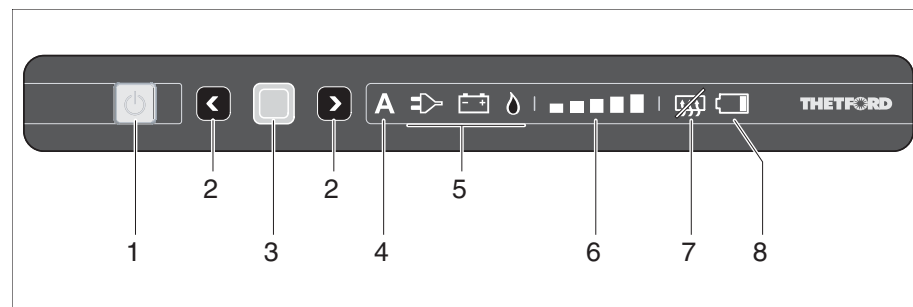

Fig. 272 Elementos de mando e indicación del frigorífico (Thetford sin SES)
- Presionar el pulsador (Fig. 272,1).
- Presionar el pulsador (Fig. 272,1) y retenerlo. Todas las luces de control se apagan.
Si se selecciona el funcionamiento automático, en el panel de mando se enciende el visualizador de funcionamiento automático (Fig. 272,4) y la mejor fuente disponible (Fig. 272,5).
- Pulsar la tecla de confirmación (Fig. 272,3) y retenerla. Los símbolos de modos de funcionamiento (Fig. 272,5) comienzan parpadear.
- Con las teclas de selección (Fig. 272,2) seleccionar el funcionamiento a gas y aceptar la selección con la tecla de confirmación (Fig. 272,3).
- Con las teclas de selección (Fig. 272,2) seleccionar el funcionamiento con 230 V y aceptar la selección con la tecla de confirmación (Fig. 272,3).
- Con las teclas de selección (Fig. 272,2) seleccionar el funcionamiento con 12 V y aceptar la selección con la tecla de confirmación (Fig. 272,3).
- Pulsar de nuevo la tecla de confirmación (Fig. 272,3). El visualizador de niveles de refrigeración (Fig. 272,6) comienza a parpadear.
- Con las teclas de selección (Fig. 272,2) seleccionar el nivel de refrigeración deseado y aceptar la selección con la tecla de confirmación (Fig. 272,3).